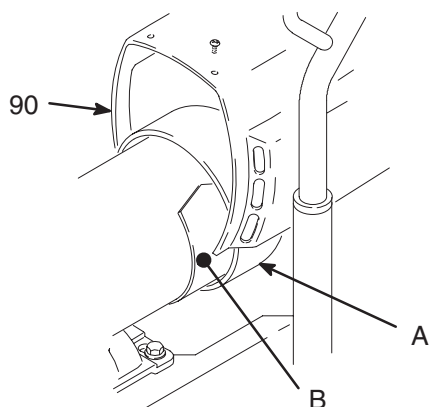

Fig. 4
5. Fig. 4. Retire el blindaje del motor (90) y las cubiertas de inspección (B).
4. Fig. 4. Retire el blindaje del motor (90). Retire las cubiertas de inspección (B) y las juntas de ambos lados del motor.
16. Fig. 4. Instale las juntas y las tapas de inspección (B) en cada lado del motor. Instale el blindaje del motor (90).